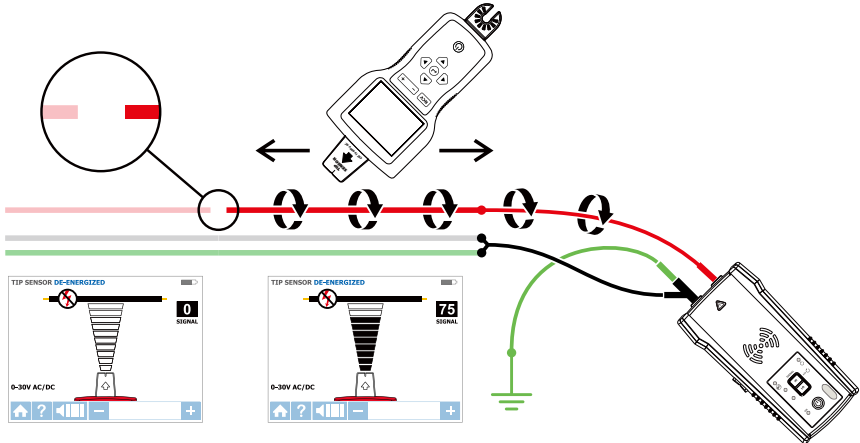

Figure 4.2 : Localiser l'emplacement du défaut
3. Pour de meilleurs résultats, raccordez à la terre tous les fils hors tension qui passent en parallèle avec le câble d'essai noir. (Figure 4.2).